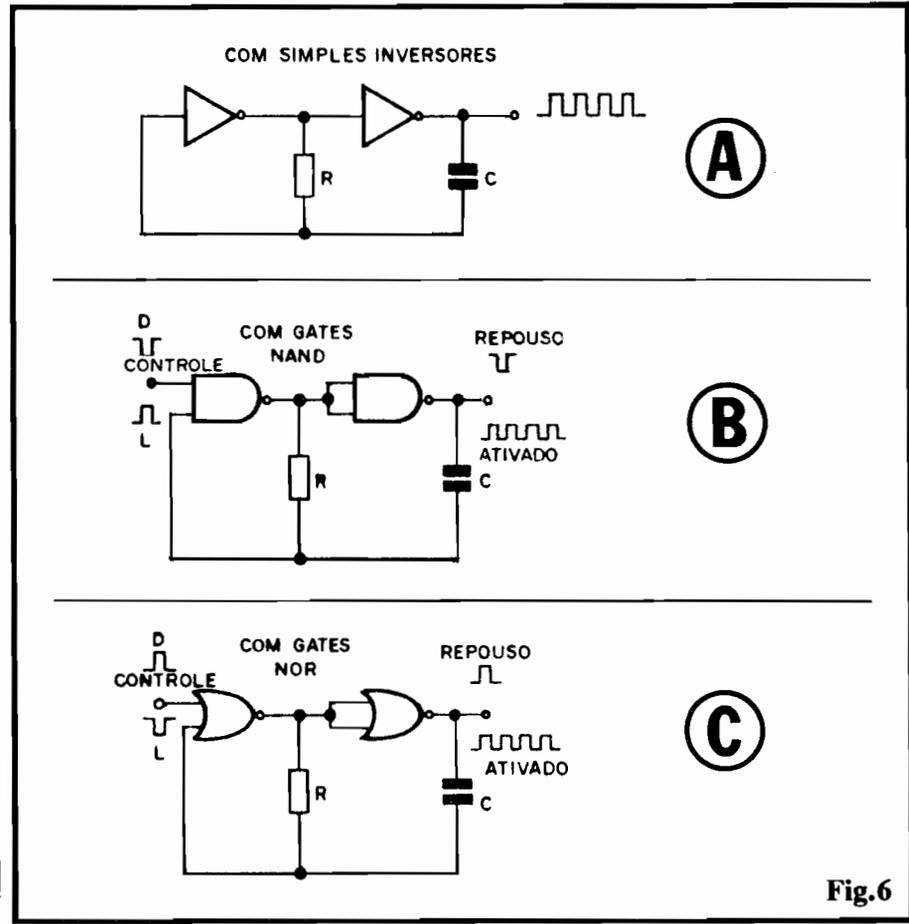

Fig.6
- FIG. 6 - MAIS DETALHES ESTRUTURAIS SOBRE OS ASTÁVEIS COM GATES C.MOS - Lembrando sempre das já estudadas Tabelas Verdade dos gates, interessantes, úteis e importantes comportamentos e controles dos circuitos podem ser obtidos... Observem atentamente os diagramas da figura: em 6-A temos o arranjo básico, "feito" com dois gates simples inversores (que equivale, eletricamente, aos mostrados nas figuras 4 e 5...). Se, entretanto, usarmos na prática gates tipo NAND ou NOR de duas Entradas (ou mais...), podemos "liberar" pelo menos uma Entrada de um dos gates, obtendo com isso um terminal de controle ou de "autorização", através do qual (e a partir do nível digital a ele aplicado...) podemos "inibir" ou "permitir" a oscilação do bloco... Em 6-B, com dois gates NAND (metade de um 4011, por exemplo...), aplicando-se um nível "0" ao terminal de controle, o ASTÁVEL fica "quieto", desligado, apresentando também um nível "0" fixo, como condição de "repouso" na sua Saída... Já com um nível "1" aplicado à dita Entrada de Controle, o ASTÁVEL oscila, mostrando na Saída o esperado trem de pulsos... Já no caso 6-C, com gates NOR de duas Entradas (metade de um 4001, por exemplo...), estando a Entrada de Controle "baixa" (em "0" digital...), o ASTÁVEL será habilitado, aparecendo na sua saída o trem de pulsos. Com o terminal de autorização levado a "1", o ASTÁVEL fica inibido, com a Saída mostrando, em repouso, um estado "alto" fixo... Em qual-